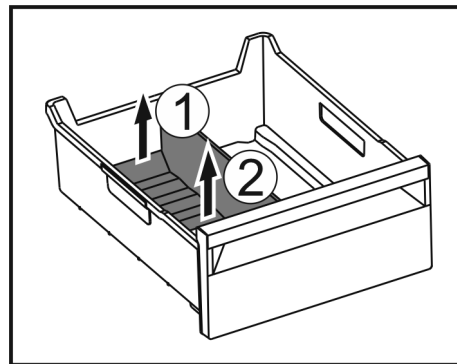

Fig. 96
- ▶ Hinteren Teil des Eisfach-Trenners anheben. Fig. 96 (1)
- ▶ Eisfach-Trenner nach oben entnehmen. Fig. 96 (2)